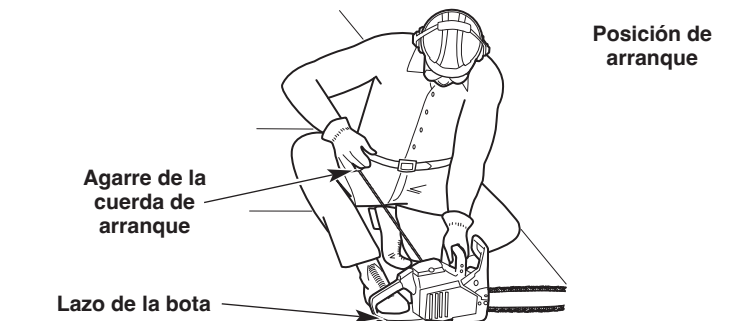

Fig. 5
ADVERTENCIA: Evite arrancar la unidad por accidente. A fin de evitar lesiones graves, el operador y la unidad deben estar en una posición estable al tirar de la cuerda de arranque (Fig. 5).
10. **NO** toque el control del acelerador. Agáchese en la posición de arranque (Fig. 5). Sostenga la manija delantera con la mano izquierda. Sujete la empuñadura de la cuerda de arranque con la mano derecha. Coloque el pie derecho en el lazo de la bota para mantener la unidad firme en su lugar.
11. **NO** toque el control del acelerador. Tire de la cuerda de arranque con un movimiento controlado y firme **5 veces** (Fig. 5).